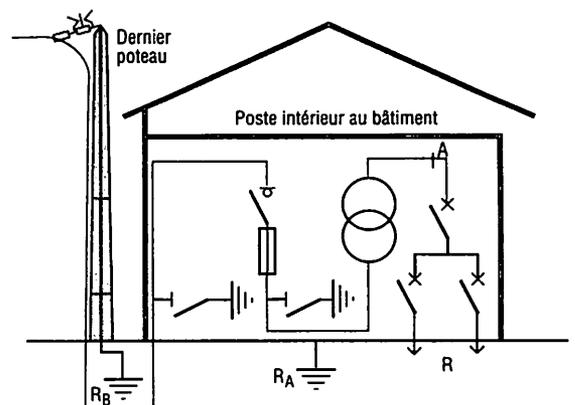

Fig. 16 : Schéma général d'un poste d'intérieur.
3.4. Postes d'intérieur (fig. 16)